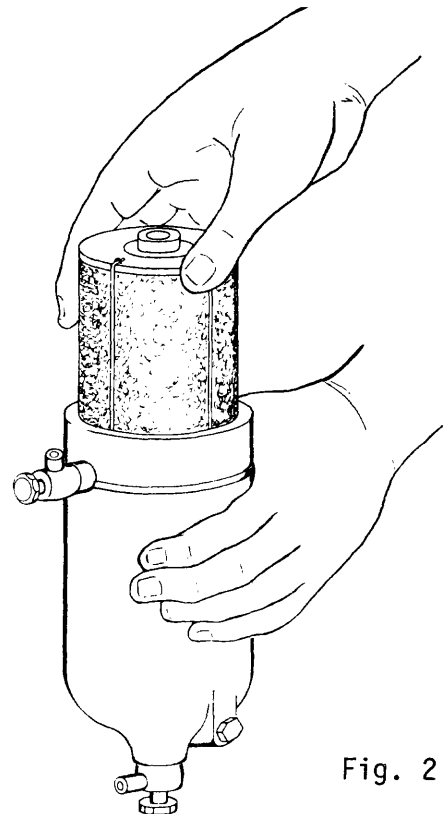

Fig. 2
- d Saque el elemento filtrante de la cuba (fig. 2).